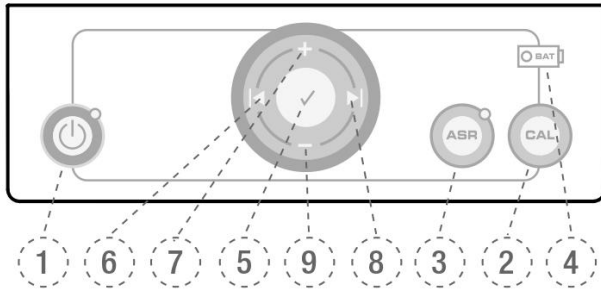

Fig. 4 Painel de teclas
Pressionando-se a tecla **CONFIRMAR** ✓ (5), Fig.4 durante 1,5 segundos o micromotor é ligado. Para se desligar outra vez, basta pressionar qualquer tecla ou acionar o pedal. Durante a operação com a tecla **CONFIRMAR** ✓, se o motor (em estado de ligado) não for usado durante mais de 5 minutos, desligará automaticamente a fim de economizar energia.
Para desligar o aparelho pressione a tecla LIGAR/DESLIGAR. Atenção: o LED no símbolo de bateria (4), Fig.4 não acenderá (exceto se a bateria estiver sendo recarregada).
A função de calibragem CAL (2), Fig. 4 ajusta de cada vez automaticamente a velocidade de rotação do micromotor, a fim de assegurar a precisão do torque quando o micromotor for desligado, ou quando o contra-ângulo for trocado, autoclavado e/ou lubrificado.